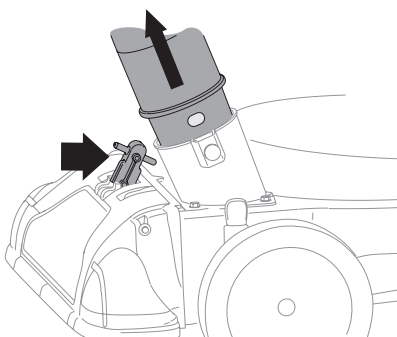

Figura 12
1. Coloque la palanca del pico / manguera de la aspiradora en la posición superior del pico para aspirar a través del mismo. Vea la Figura 12.
2. El perno con resorte debe estar en el primer orificio (el más cercano al final del tubo) del adaptador de la manguera para operar el pico de la misma. Vea la Figura 12.